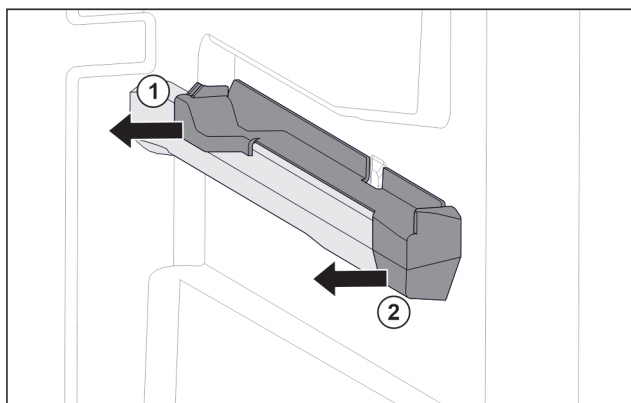

Fig. 71 Natični nastavek na desnemu nastavku za posodo
- ▶ Natični nastavek zadaj izvlecite v stran. Fig. 71 (1)
- ▶ Natični nastavek spredaj izvlecite v stran. Fig. 71 (2)